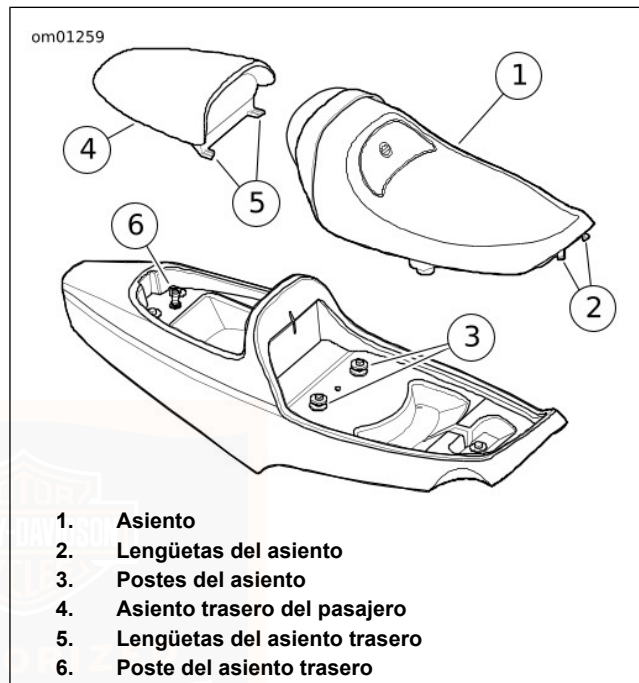

Figura 74. Asientos delantero y trasero: modelo XR 1200
1. Vea la Figura 74. Coloque la parte trasera del asiento dentro de la sección trasera, alineando las guías en la pieza de soporte del asiento con los dos postes del asiento.